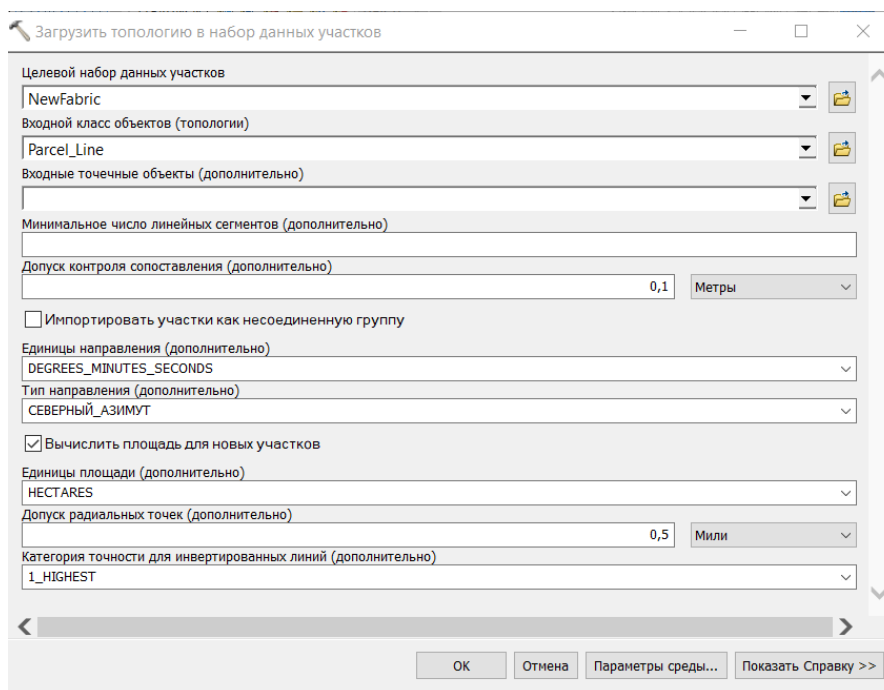

Рис. 4. Диалоговое окно настроек добавления топологии в набор данных участков
6. Создать набор данных участков (кадастровую фабрику) в наборе классов пространственных объектов. Добавить топологию в набор данных участков, выбрав путь: Набор данных участков – Перенос данных – Загрузить топологию в набор данных участков. В диалоговом окне выполнить соответствующие настройки (рис. 4).